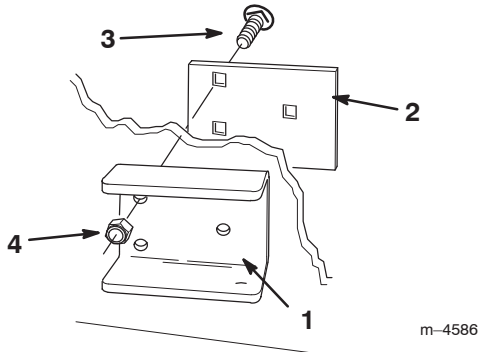

Abbildung 5
- Die seitliche Trägerstange mit Hilfe von Rückwand, drei Schlossschrauben und drei Muttern an der Seite der Zugmaschine befestigen (Abb. 5).